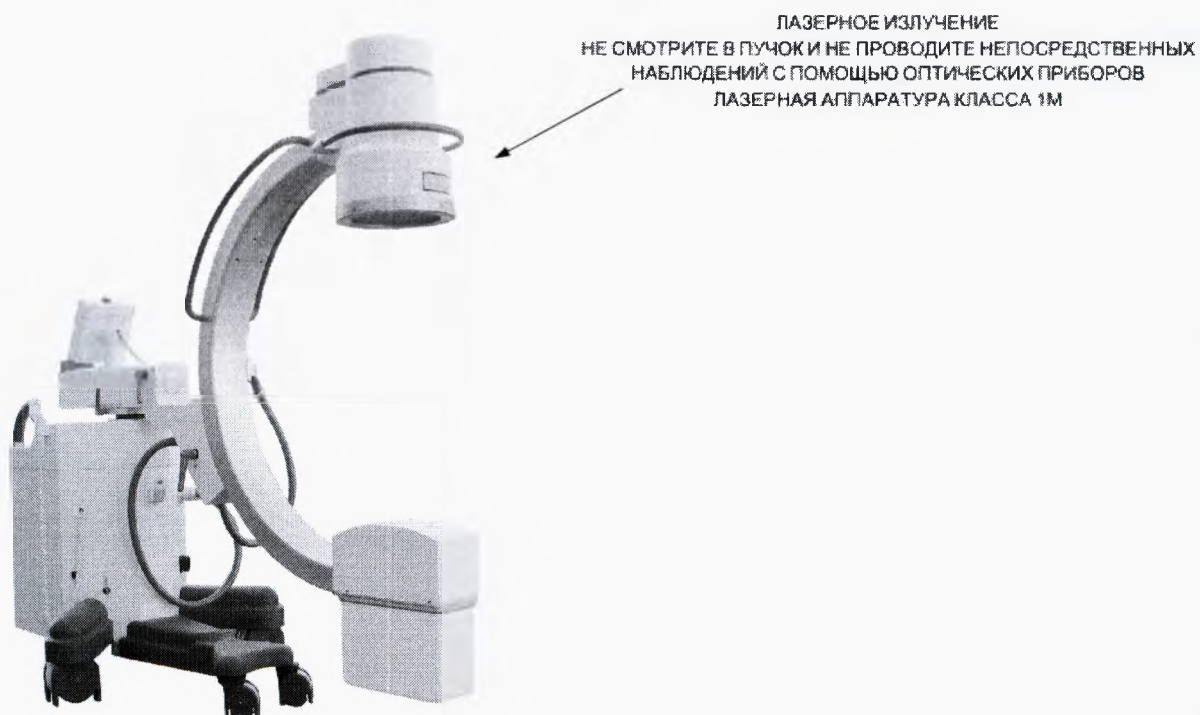

Рисунок 3
2.5 Для центрирования рентгеновского луча используются два лазерных диода класса 1М, расположенных на корпусе УРИ. Рядом с фланцем, содержащим устройства центрирования, закреплена специальная предупреждающая табличка (см. рисунок 3).